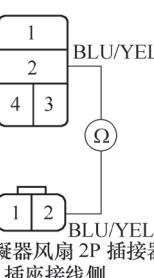

图 5-114 检查冷凝器风扇继电器 4P 插座的 2 号端子和冷凝器风扇 2P 插接器的 2 号端子之间的导通性
10) 如图 5-114 所示，检查冷凝器风扇继电器 4P 插座的 2 号端子和冷凝器风扇 2P 插接器的 2 号端子之间的导通性。如果不导通，维修冷凝器风扇继电器和冷凝器风扇之间的导线开路故障；如果导通，进行下一步检查。